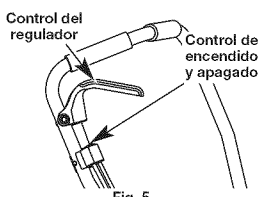

Fig. 5
- NOTA:** No hay necesidad de arrancar la unidad. El control de Encendido/Apagado está en la posición **ENCENDIDO (I)** en todo momento (Fig. 5).
2. Coloque el control de encendido y apagado en posición de **APAGADO (O)** (Fig. 5).